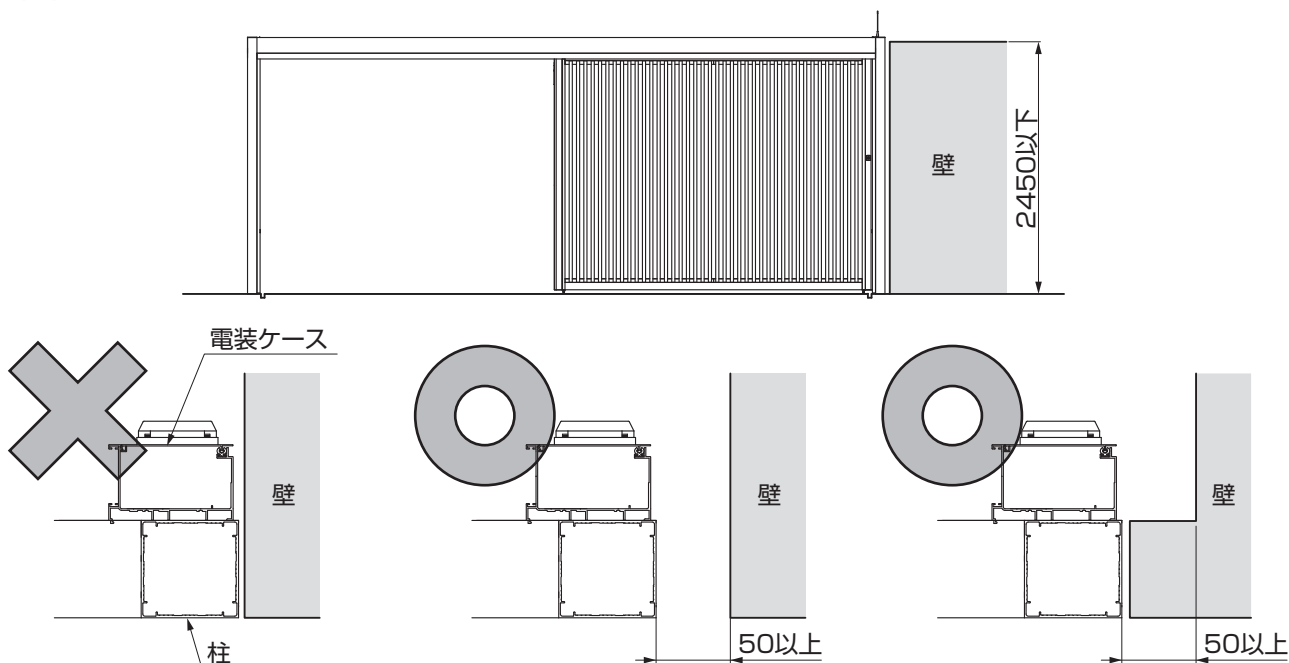

図1-2 柱・壁間の必要寸法
- 柱の側面に壁を設ける場合、図1-2を参考に必要寸法を確保してください。
(5) フレーム正面・背面への壁施工について